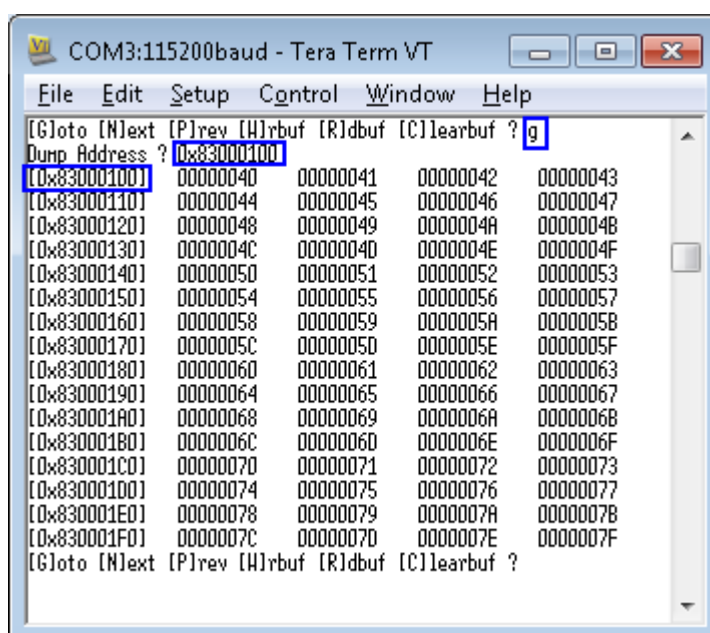

図 3-10: ‘G’oto サブ・メニューの表示画面
- ‘G’ (Goto): このサブ・メニューによりDUMP表示するアドレスを図3-10のように直接指定します。表示先アドレスは先頭に”0x”をつけて16進数で入力します。(先頭に”0x”をつけない場合10進数で認識されますのでご注意ください。)